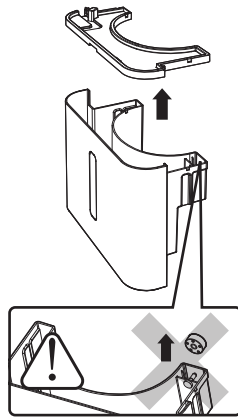

Abb.2
- Öffnen Sie den Deckel des Wassertanks nach oben, um den Tank zu reinigen. (Wie in Abbildung 2 gezeigt)